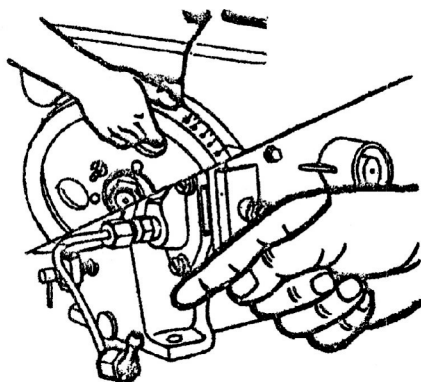

рис. 11
- б. Викрутіть три болта, що фіксують виприскуючий насос і зніміть насос. Після цього відрегулюйте впрыск палива, збільшив кількість регулювальних шайб. Зазвичай, додавання або зняття одної регулювальної шайби товщиною 0,1 мм призводить до випередження або затримки впрыска на 1° (Рис. 11).